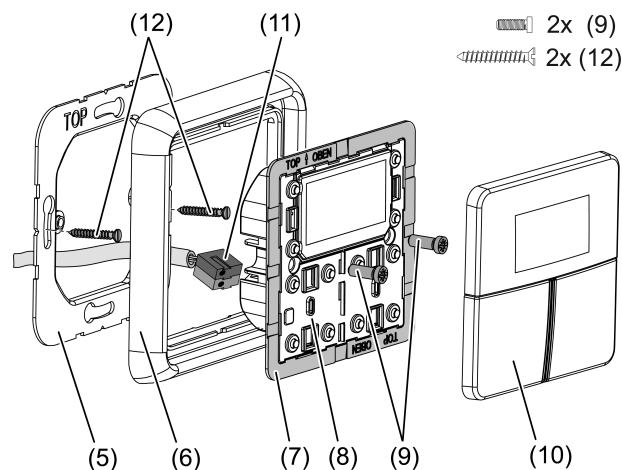

рисунок 2: Монтаж модуля регулятора
- Установить переходную рамку (7) в правильном положении спереди на модуль (8) (рисунок 2). Соблюдать маркировку **TOP** = Верх.